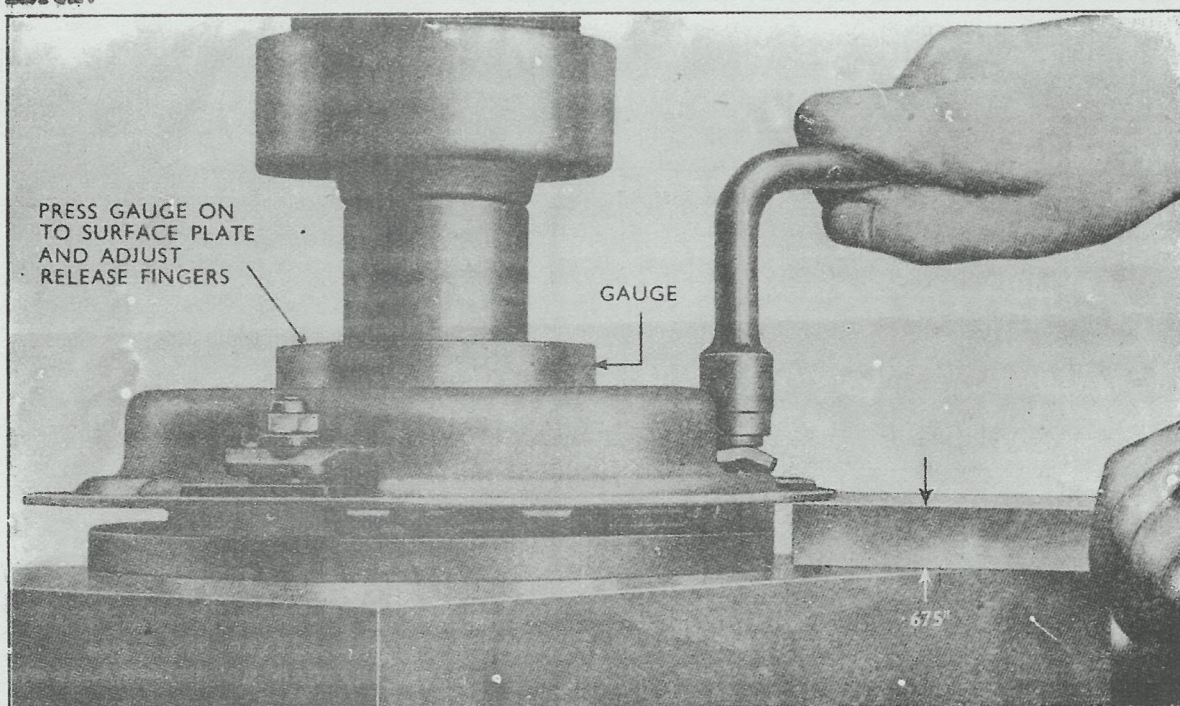

Fig 6 - Justering af koblingstrykpladen
BEMERK: Justerlæren, der er vist i fig 6, skal bruges til trykplader, der er beregnet til 1/2-ton varevogne, således at udløserfingrenes spidser hviler i recessen. Drejer det sig om koblingstrykplader til Anglia og Prefect personvogne samt 1/4-ton varevogne, skal udløserfingrenes spidser anbringes på de ophøjede dele af læren.
Overættelse af teksten i fig 6
- (c) Sæt tryk på pressen, således at læren trykker på udløserfingrene (se fig 6 og 8).
- (d) Juster dækslet ved hjælp af justermøtrikkerne og skiverne, således at afstanden mellem trykpladen og pressens plan bliver 0.671" til 0.682". Hertil bruges en lære som vist i fig 6.